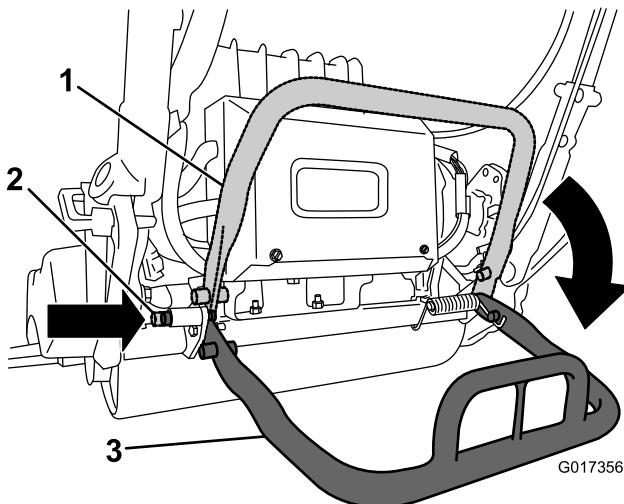

Figura 8
2. Baixe o suporte e empurre o pino de bloqueio para bloquear o suporte na posição de serviço (Figura 8).